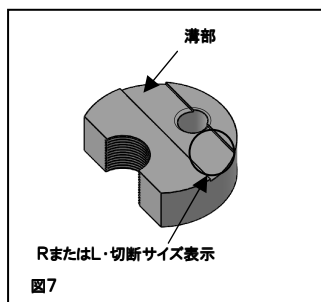

図7
- 5 カッタの取付けは、取付けに方向性があります。溝部(図7)を下側にし、“L”の刻印がある替刃をピストン側、“R”の刻印がある替刃をヘッド側のそれぞれ取付溝内に入れ六角穴付ボルトを六角棒スパナ呼5でしっかり締め付けてください。